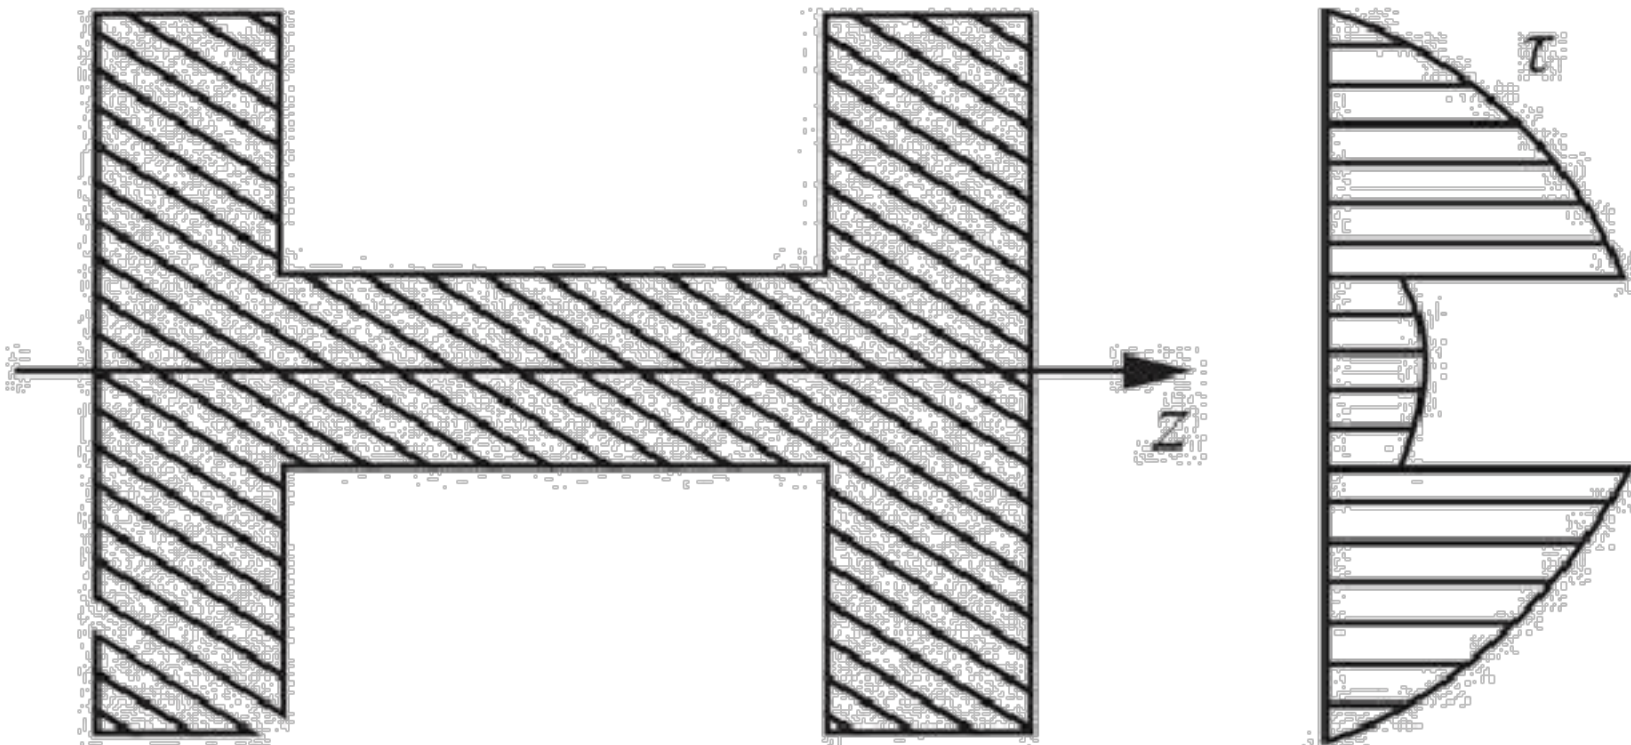

图 5-5-13
**参考解析：**由矩形和工字形截面的切应力计算公式  $\tau = QS_z / (bI_z)$  可知，切应力沿截面高度呈抛物线形分布，如图 5-5-13 所示。由于在腹板上截面宽度  $b$  突然加大，故  $z$  轴附近切应力突然减小。